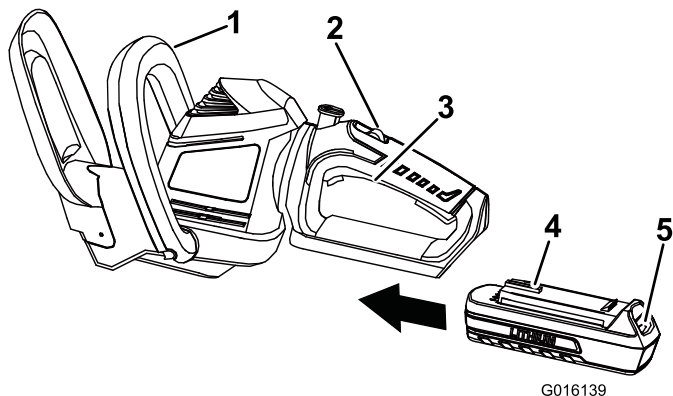

Figure 2
2. Alignez la languette de la batterie sur le creux dans le corps de la poignée (Figure 2).
3. Saisissez la poignée d'actionnement (Figure 2).
5. Placez une main sur la poignée d'actionnement. Placez l'autre main sur la poignée auxiliaire (Figure 2).
6. Poussez le commutateur de verrouillage en arrière, vers vous, et serrez la poignée d'actionnement pour mettre le taille-haie en marche (Figure 2). Le taille-haie fonctionne tant que vous serrez la poignée d'actionnement. Vous pouvez relâcher le commutateur de verrouillage lorsque le taille-haie a démarré (Figure 2).
1. Relâchez la poignée d'actionnement (Figure 2).